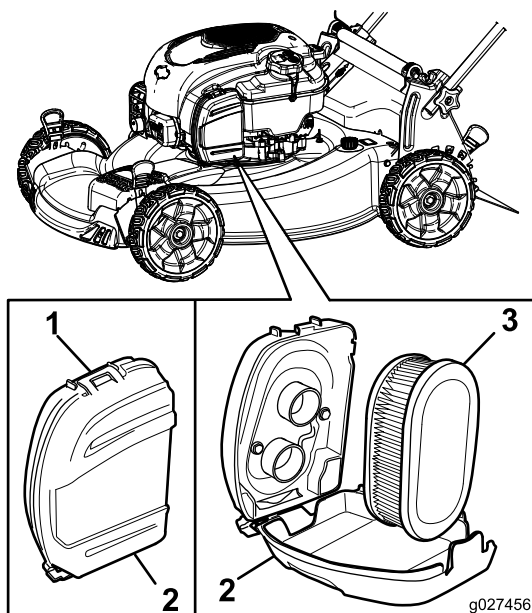

Figure 22
1. Déclipez le couvercle du filtre à air (Figure 22).